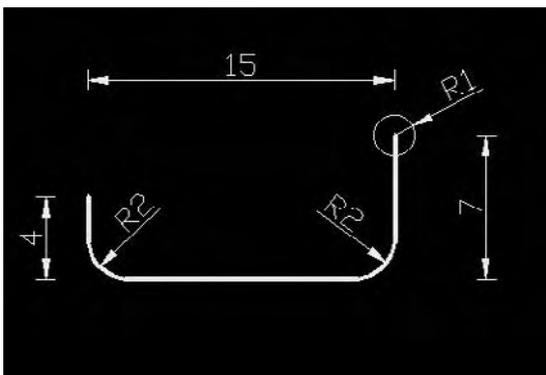

Fig.4.10
- 4 Dessinez en 2D le cercle et la polygone pour créer la clenche (fig.4.10).